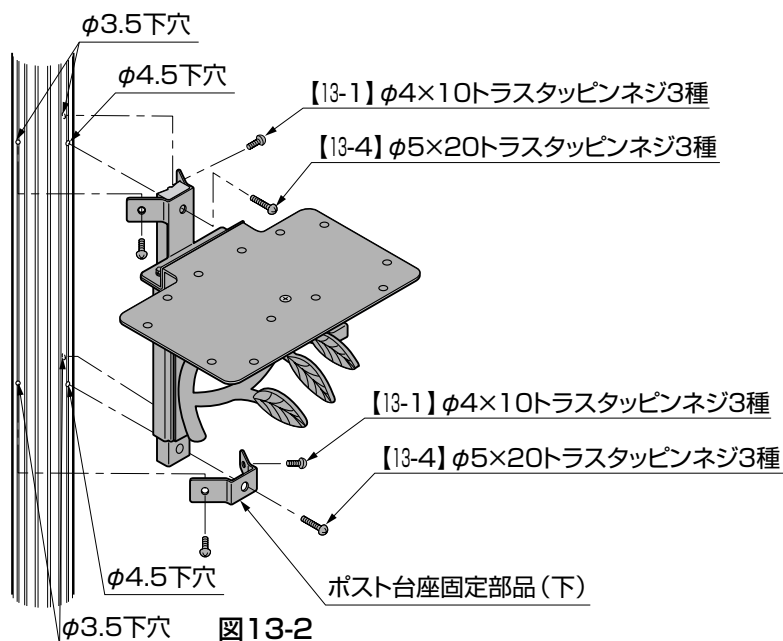

図 13-2
- ④固定した部品を基本寸法図を参照し、門柱に合わせ取付穴の位置に印をしてください。(図13-2参照)
- ⑤印をした位置に $\phi 3.5$ の下穴2ヶ所、 $\phi 4.5$ の下穴1ヶ所をあけてください。(図13-2参照)
- ⑥固定した部品を門柱に【13-4】と【13-1】で取付けてください。(図13-2参照)
- ⑦取付けた部品の下部にポスト台座固定部品(下)を合わせ、取付穴の位置に印をしてください。(図13-2参照)
- ⑧印をした位置に $\phi 3.5$ の下穴2ヶ所、 $\phi 4.5$ の下穴1ヶ所をあけてください。(図13-2参照)
- ⑨ポスト台座固定部品(下)を門柱に【13-4】と【13-1】で取付けてください。(図13-2参照)